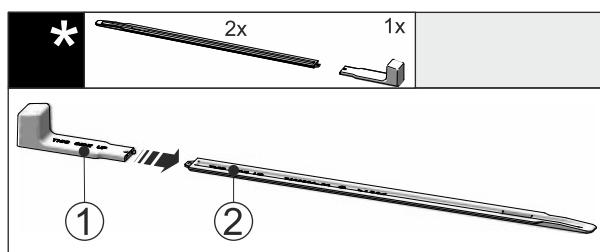

Fig. 50
- ▶ Вставьте монтажную ручку Fig. 50 (1) в выравнивающую рейку Fig. 50 (2).